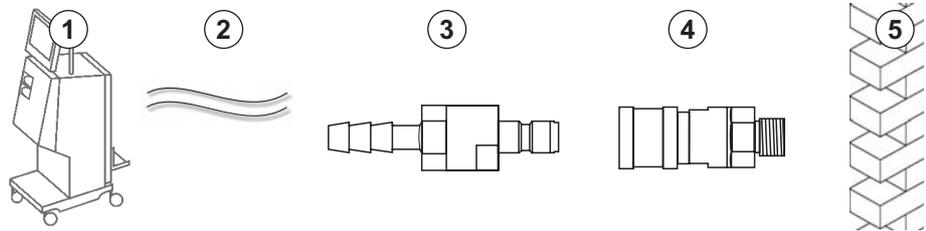

Рис. 4-6 Муфты Aquaboss для выхода диализата
- 1 закрывающий ниппель с внешней резьбой (Рис. 4-6, ③), материал 1.4571 EPDM
- 1 муфта с внутренней резьбой (④), внутренний диаметр гибкой трубы 9 мм, материал 1.4571 EPDM
1. Подсоедините трубку ② к аппарату и закрепите ее с помощью зажима магистрали или одинарного ушного хомута.
2. Соедините закрывающий ниппель с внешней резьбой ③ с трубкой и закрепите зажимом магистрали или одинарным ушным хомутом.
3. Соедините закрывающий ниппель с внешней резьбой ③ с муфтой с внутренней резьбой ④, которая закреплена на стене.